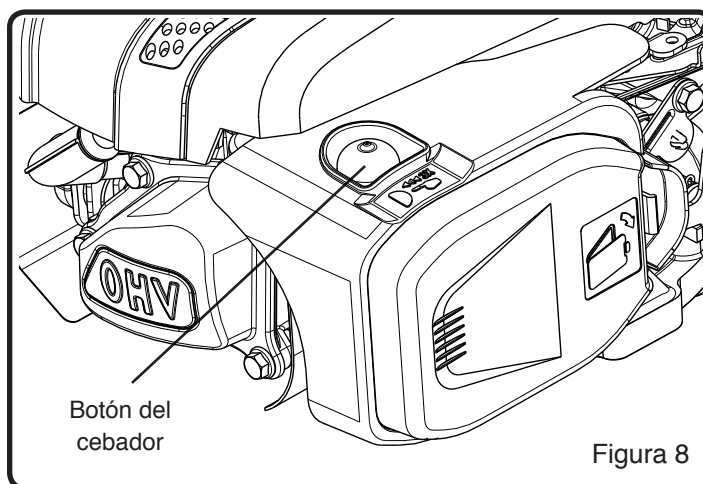

Figura 8
2. Empujar el bulbo del cebador tres veces; esperar dos segundos entre cada empuje. (Véase la figura 8)